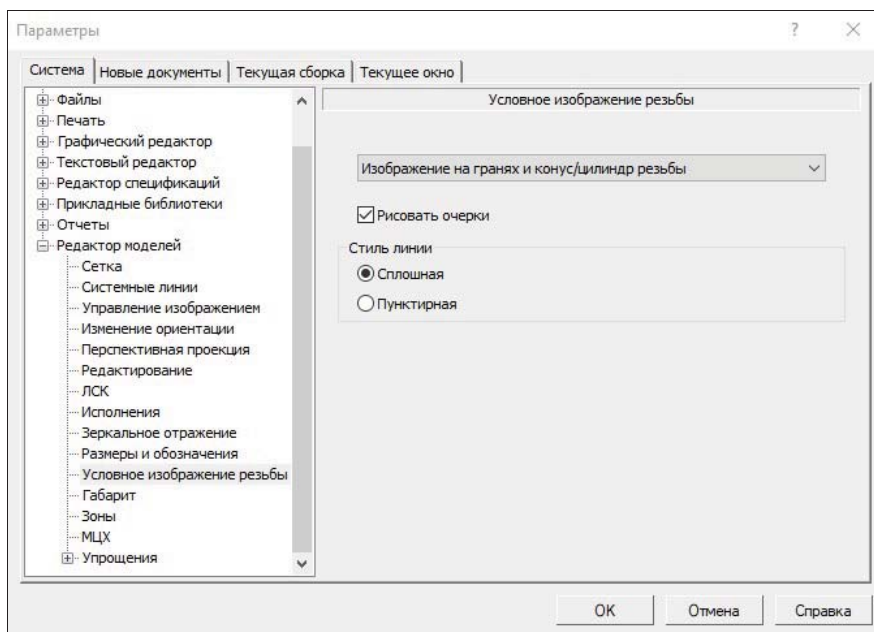

Рис. 28.24. Диалоговое окно **Параметры** с открытой панелью **Условное изображение резьбы**
- ◆ щелкните ЛК мыши по пункту **Условное отображение резьбы** — в правой части откроется панель **Условное изображение резьбы** (рис. 28.24), на которой можно выполнить такие настройки: